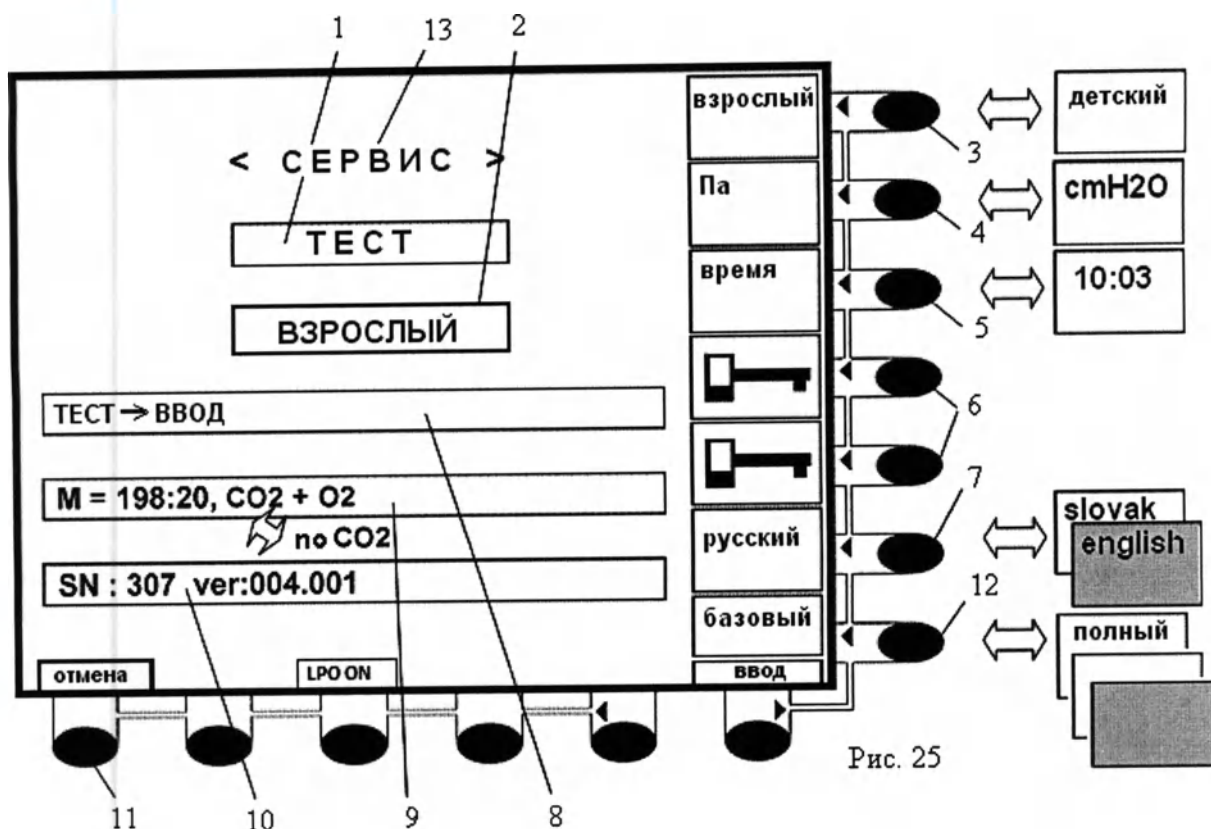

Рис. 25
В особенных случаях, в которых требуется немедленное применение аппарата, можно осознанным нажатием комбинации кнопок графически изображающих ключ /см. рис. 25/, и одновременно «Ожид», достигнуть обхода функционального теста в любом шагу теста.
*После включения вентилятора автоматически происходит тест датчика потока, в случае несоответствия между используемым и запомнутым датчиком, изменится цвет изображенного типа датчика в синем поле /2 рис.25/ в **красный**. Активирование использованного датчика потока – см. следующий текст – позиция 3 рис. 25.*
После включения аппарата центральным выключателем и проведения внутреннего теста компьютера вентилятора, появится на экране первая информация– см. рис. 25, состоящая из следующих данных: